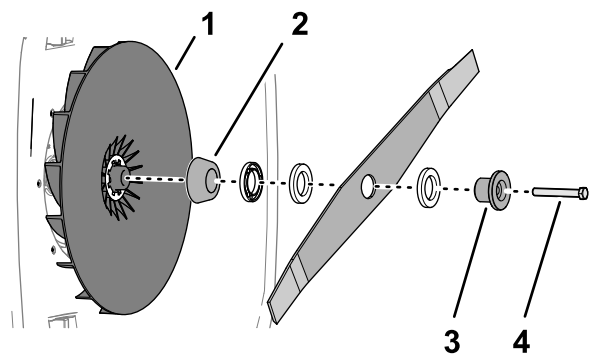

Figur 21
3. Brug en trækloids til at holde skærekniiven fast (Figur 21).
4. Brug en skruenøgle til at fjerne skærekniven ved at dreje boltene mod uret (Figur 21).